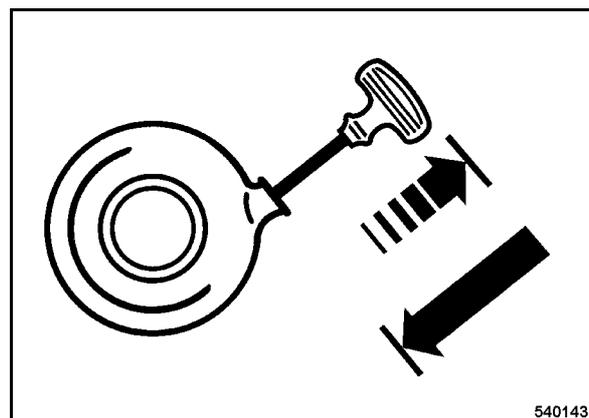

рис. 24
- Тянуть трос с ручкой стартера (рис. 24) до тех пор, пока не почувствуется сопротивление.